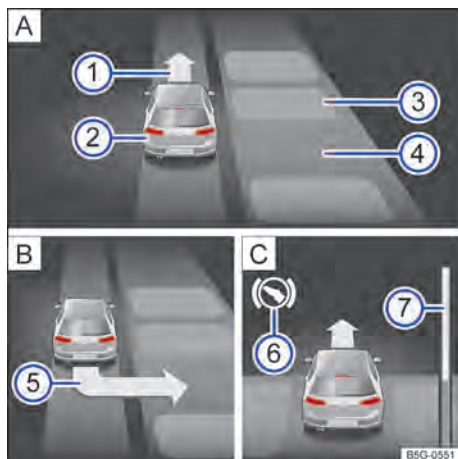

Fig. 117 No display do instrumento combinado: estacionar lado a lado. **A**) Procurar uma vaga de estacionamento. **B**) Posição para estacionar. **C**) Manobrar. ▶
- Estacionar ao aparecer no display do instrumento combinado a indicação de estacionamento → Fig. 117 **5** → Página 154.
Legenda da → Fig. 117 (modo de estacionamento lado a lado com marcha a ré):
- Frear quando soar um alarme sonoro indicando para mudar de direção, acender a seta → Fig. 117 ① [A], acender o símbolo branco (S) ou mostrar uma mensagem.